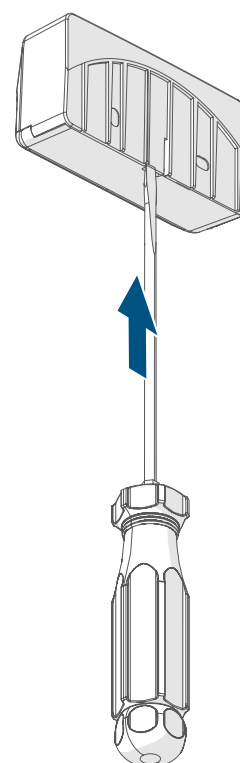

Figure 2
- Poussez légèrement vers l'arrière (si nécessaire avec un tournevis plat) la patte située à l'arrière du support mural (A) afin de dégager le module électronique (C) du support mural (*→ voir figure 2*).
- Poussez légèrement vers l'arrière (si nécessaire avec un tournevis plat) la patte située à l'arrière du support mural (A) afin de dégager le module électronique (C) du support mural (→voir figure 2).
- Retirez la pile vide du compartiment à piles (D).
- Poussez légèrement vers l'arrière (si nécessaire avec un tournevis plat) la patte située à l'arrière du support mural (A) afin de dégager le module électronique (C) du support mural (→ voir figure 2).
- Réinsérez la pile en respectant les repères de polarité et maintenez la touche système (E) enfoncée pendant 4 secondes jusqu'à ce que la LED de l'appareil (E) commence à clignoter rapidement en orange.